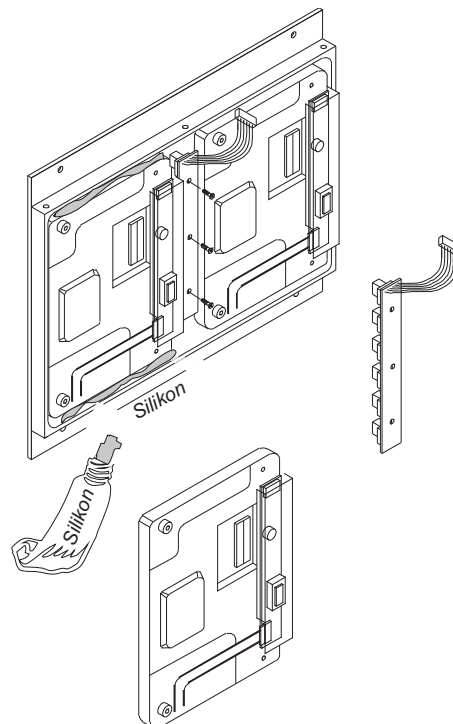

Bild 4-19: Einbau des Displays
11. Setzen Sie den Tastenprint in die Displayeinheit ein und befestigen Sie die Platine. (Bild 4-19)